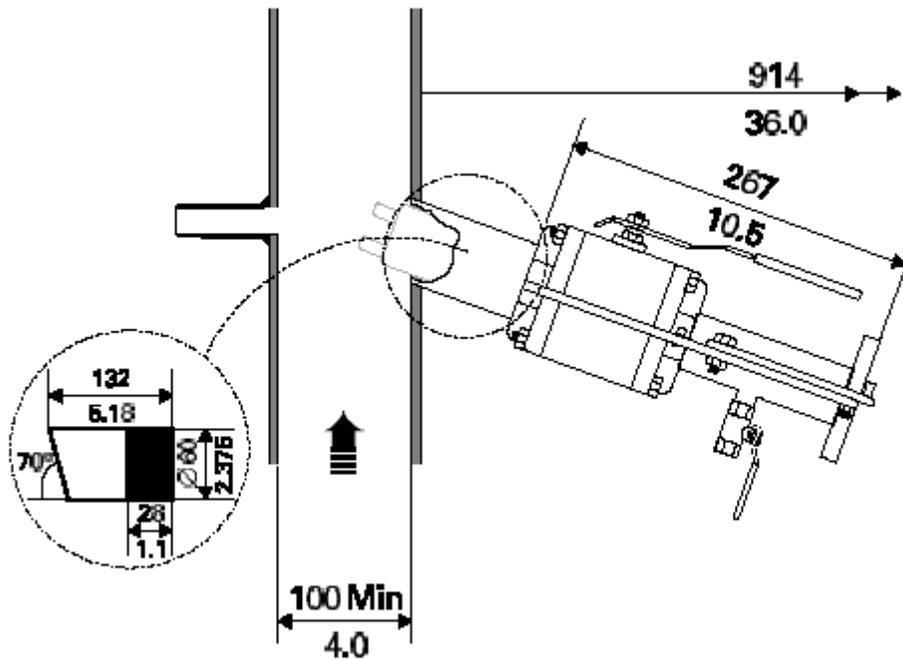

图5 配套球阀装置的柱螺栓安装示意图
请参照图5所示。
- l 如图5所示，应预留出取下传感器的空间。